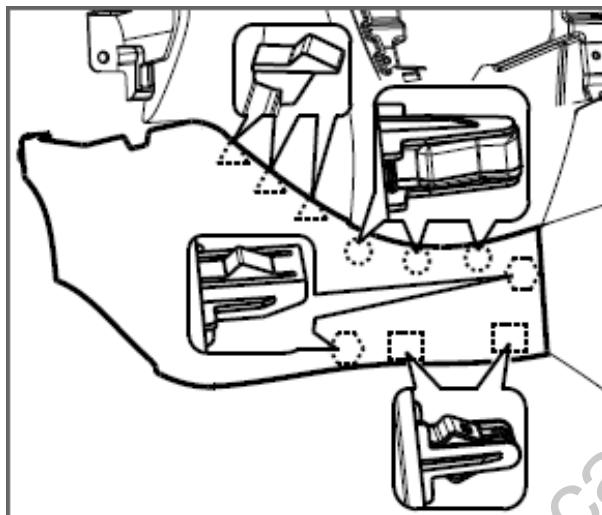

图 1.6.4 左前护板总成的拆卸
- (1) 用右手用力顶着仪表板下本体，左手放在左前护板上沿用力往外拉，使如图1.6.4所示，使左前护板与下本体的三个安装卡脚全部脱离；
- (2) 用力顶住副仪表板本体，左手放在左前护板上沿用力往外拉，使左前护板与副仪表板本体的卡脚卡扣全部脱离，然后往后抽出盖板。如图1.6.4所示（右前护板总成的拆装与左前护板总成同样）。